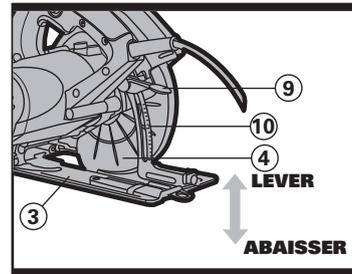

Fig 3
Soulevez le levier de verrouillage de la profondeur de coupe (9), et vous pouvez alors éloigner manuellement le corps de votre scie circulaire de la base (3). En vous référant à l'échelle graduée (10), réglez la profondeur de coupe désirée et abaissez le levier de verrouillage (9) (se référer aux Figures 3 et 4). Ajoutez toujours 3 mm (1/8 po) à la profondeur désirée pour que la lame puisse traverser l'épaisseur du matériau.